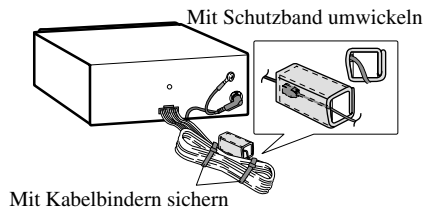

Abb. 9
• Bei Installation der Lichtleiterkabel-Anschlussbox mit Kabelbindern. (Abb. 9)